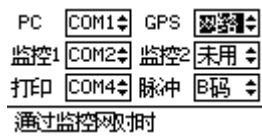

图 5-11 通信端口子菜单示例
(2) 通信端口：主要完成：“监控”端口选择；“PC”调试端口选择；“GPS”端口配置及“打印口”的设置，确定各功能通过什么端口实现，示例如图 5-11 所示界面。